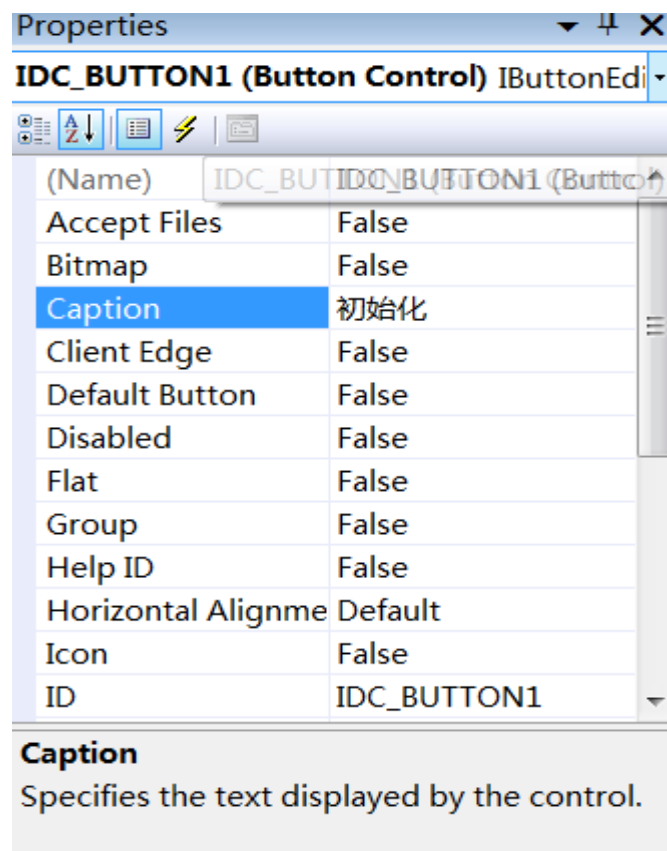

图 28
10、然后选中 button1，在右下角的属性窗口中，选择 text 属性，将其改为“初始化”，如图 28